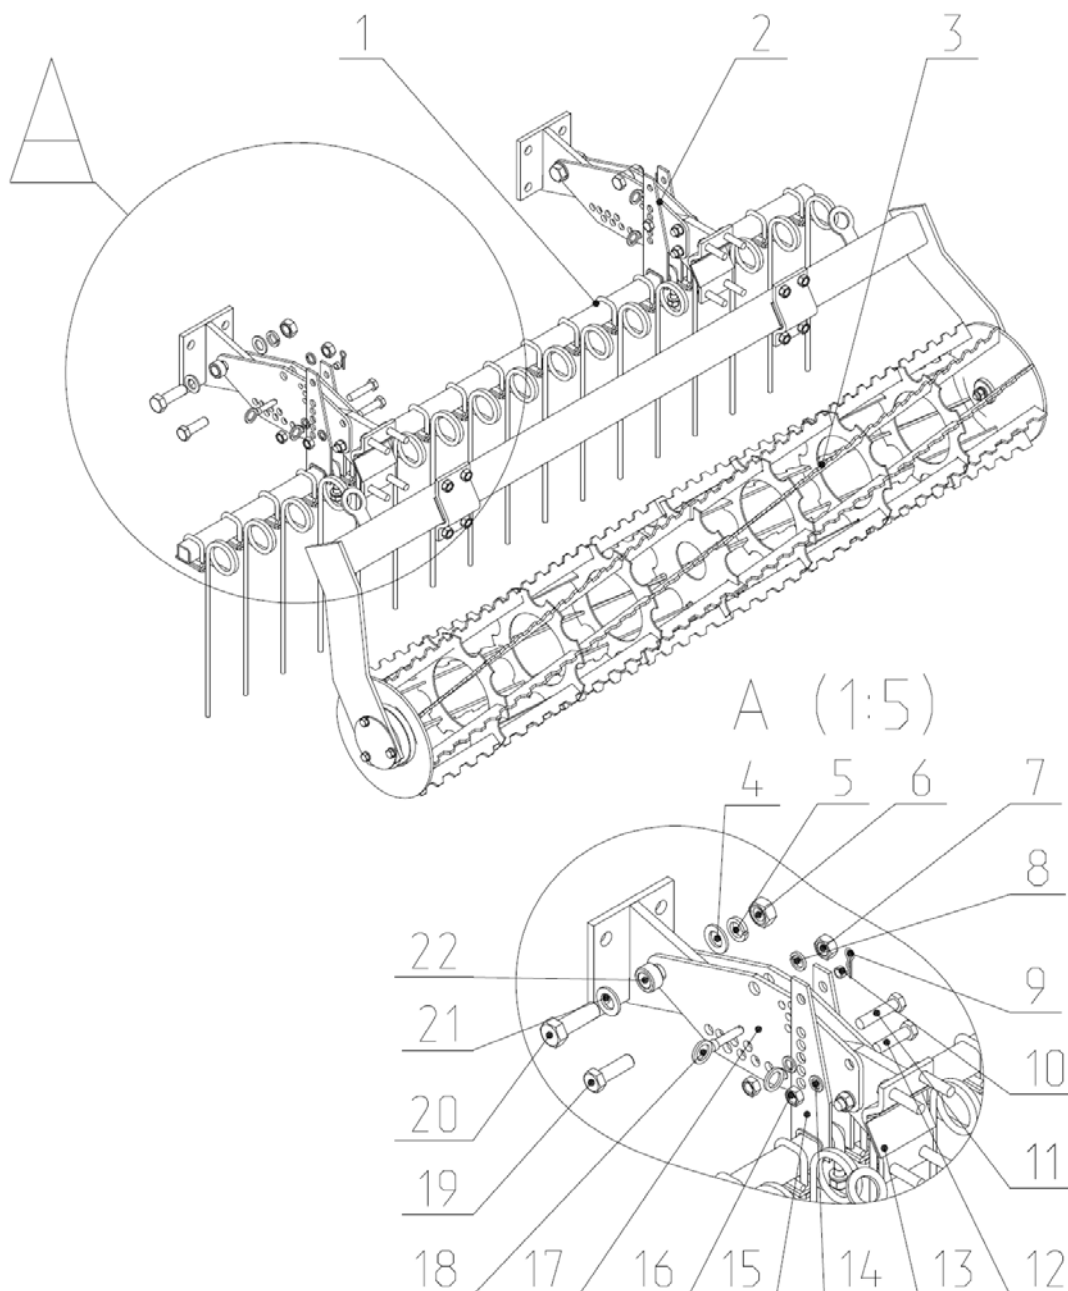

Рис.15 Комплект катка прикатывающего и гребенки вычесывающей.
2.18. В комплекте с катком КСП могут работать гребенки вычесывающие однорядные (Рис.15), предназначенные для вычесывания подрезанных растений и сброса их на поверхность почвы, а также для дополнительного крошения почвы.